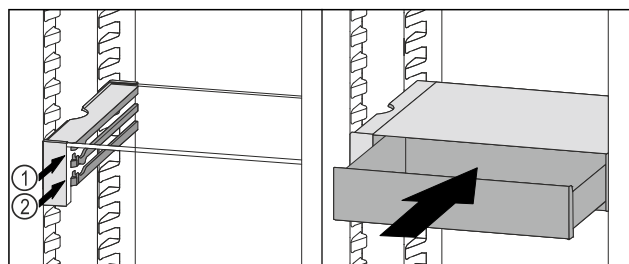

Fig. 114
- ▶ Поставете чекмеджето на VarioSafe зад ограничителите върху желаното ребро Fig. 114 (1) или Fig. 114 (2).